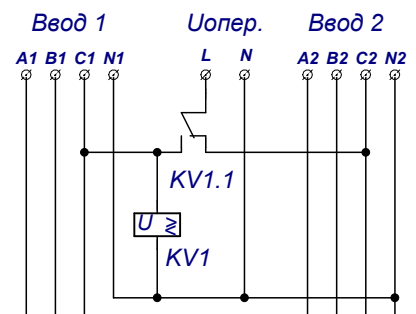

Рис.8 Схема получения оперативного питания с использованием реле напряжения
- 6.2.2. Схема получения оперативного питания с использованием реле напряжения приведена на рис.8.